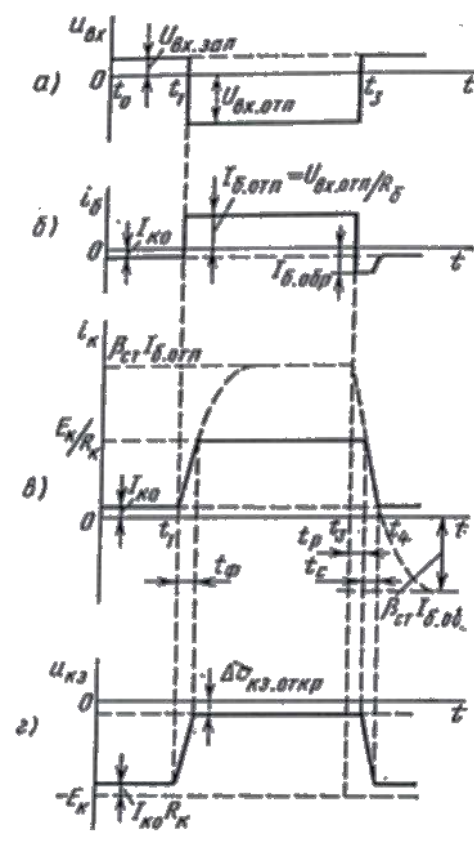

Рисунок 2 - Диаграммы напряжений и токов ключевой схемы:
Рассмотрим процессы, протекающие в ключевой схеме при наличии на ее входе управляющего импульса напряжения (рисунок 2,а). Примем входной импульс напряжения идеальной прямоугольной формы (длительности переднего и заднего фронтов импульса равны нулю).
На интервале  $t_0 - t_1$ , когда входной импульс напряжения отсутствует, транзистор заперт напряжением  $U_{\text{вх. зап}}$  положительной полярности. Токи  $I_{\text{б.}}$ ,  $I_{\text{к.}}$  определяются тепловым током транзистора  $I_{\text{к0}}$  (рисунок 2, б, в). Напряжение на транзисторе  $U_{\text{кэ.}} = - (E_{\text{к.}} - I_{\text{к0}} R_{\text{к.}})$  (рисунок 2, г).
С момента времени  $t_1$  (рисунок 2, а) процессы в схеме обуславливаются отпиранием транзистора входным импульсом напряжения отрицательной полярности  $U_{вч.отп}$ . Это сопровождается изменением тока  $i_K$  и напряжением  $u_{кэ}$  транзистора (рисунок 2, в, г). Как видно из диаграмм, характер изменения  $i_K$  и  $u_{кэ}$  при отпирании транзистора отличается от вызвавшего их скачкообразного изменения входного напряжения. Отличие обусловлено инерционностью транзистора и проявляется в постепенных нарастании тока  $i_K$  и уменьшении напряжения  $u_{кэ}$ . В первом приближении можно принять, что изменения  $i_K(t)$  и  $u_{кэ}(t)$  происходят по экспоненте. Тогда инерционность транзистора может быть учтена эквивалентной постоянной времени  $\tau_B = \tau_\beta + \tau_K$  в предположении  $\tau_K = C_{K(э)} \cdot R_K$ , где  $C_{K(э)}$  - интегральная емкость коллекторного перехода транзистора в схеме ОЭ.
Если принять, что ток базы в интервале отпирания имеет прямоугольную форму с амплитудой  $I_{б.отп} \approx U_{вч.отп} / R_6 > I_{б.гр}$  (рисунок 2, б), то вызванный им ток  $i_K(t)$  будет изменяться по закону
Коллекторный ток возрастает по экспоненциальному закону, стремясь к  $\beta_{ст} \cdot I_{б.отп} > E_K / R_K$  (см. рисунок 2, в). Однако, достигнув предельного значения  $I_K \approx E_K / R_K$ , ток  $i_K$  в дальнейшем не изменяется и формирование фронта импульса  $i_K$  заканчивается.
Характер изменения  $u_{кэ}(t)$  при отпирании транзистора (рисунок 2, г) подчиняется зависимости  $u_{кэ}(t) = -E_k + i_k(t)R_k$ .
В момент времени  $t_3$  действие входного отпирающего импульса напряжения заканчивается. К базе транзистора прикладывается запирающее напряжение  $U_{вх.зап}$  (рисунок 2, а).
С приложением запирающего напряжения ток коллектора и напряжение  $u_{кэ}$  в течение некоторого интервала времени остаются неизменными, а транзистор по-прежнему открыт. Создается задержка в запираании транзистора. Это объясняется тем, что к моменту времени  $t_3$  транзистор находится в режиме насыщения и при наличии запирающего сигнала ток коллектора поддерживается уходящими из базы в коллектор избыточными носителями заряда (дырками). Только после ухода (рассасывания) избыточных носителей и перехода транзистора в активный режим ток коллектора начинает уменьшаться, а напряжение на коллекторе - возрастать (рисунок 2, в, г). Помимо ухода избыточных носителей заряда по цепи коллектора их рассасывание осуществляется и по цепи базы за счет протекания обратного тока  $I_{б.обр}$ , вызванного запирающим напряжением. Обратный (инверсный) ток базы при этом ограничивается сопротивлением  $R_b$  входной цепи:  $I_{б.обр} \approx U_{вх.зап} / R_b$ .
Время, в течении которого происходит рассасывание избыточного заряда а базе, называется временем рассасывания  $t_p$  (рисунок 2, в). Это время пропорционально коэффициенту насыщения  $s$ . Следующий затем интервал спада тока  $i_k$  определяет время заднего фронта (среза)  $t_c$  коллекторного тока:
Выражение (11) является уравнением экспоненциальной кривой, показанной в интервале  $t_3 - t_4$  пунктиром (рисунок 2, в).